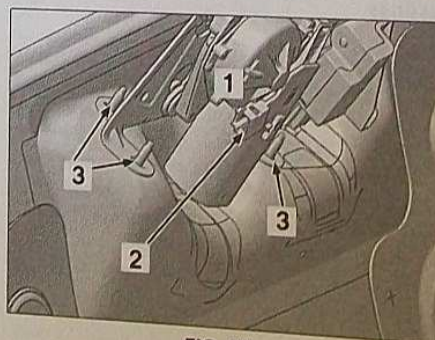

FIG. 41
Décliper le connecteur (2), les fixations (3) et déposer le moteur (1) (Fig.41).